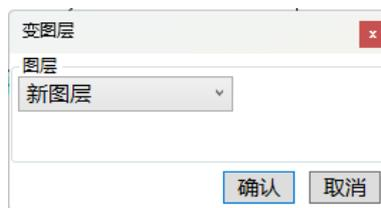

图 5.3.14b 变图层弹窗
操作：①选中需要变图层的图形，此处以图形 2 为例，点击“变图层”按键，弹窗如下图 5.3.14b 所示。